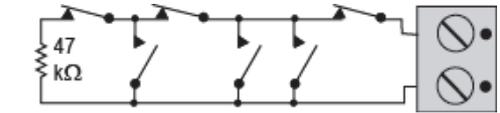

Figura 4. Esempio di cablaggio di Fine Linea (E.O.L.)
- Per supervisione di Fine Linea (E.O.L.): possono essere usati contatti di sensori Normalmente Chiusi (N.C.), come illustrato in Figura 4. Una resistenza da 47kΩ deve essere cablata all'estremità del circuito di zona.